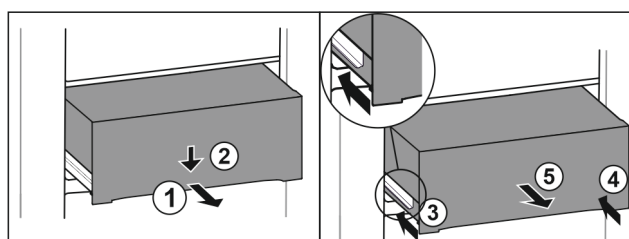

Fig. 151
- Tërhiqni jashtë sirtarin deri në gjysmë. Fig. 151 (1)
- Shtypni për poshtë sirtarin në pjesën përpara. Fig. 151 (2)
- Shtyni brenda shinën e majtë rreth 2 cm. Fig. 151 (3)
- Shtyni brenda shinën e djathtë rreth 2 cm. Fig. 151 (4)
- Hiqeni sirtarin nga përpara. Fig. 151 (5)